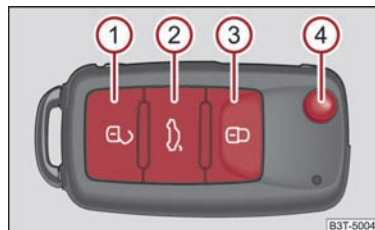

Abb. 38 Funkschlüssel
- Drücken Sie die Taste  ⇒ Abb. 38 etwa 0,5 Sekunden lang. Weitere Informationen ⇒ Seite 43.
- Drücken Sie die Taste  ⇒ Abb. 38 etwa 1 Sekunde lang. Weitere Informationen ⇒ Seite 43.
- Drücken Sie die Taste  ⇒ Abb. 38 etwa 1 Sekunde lang. Weitere Informationen ⇒ Seite 45.
- Drücken Sie die Taste  ⇒ Abb. 38 etwa 1 Sekunde lang. Weitere Informationen ⇒ Seite 46.